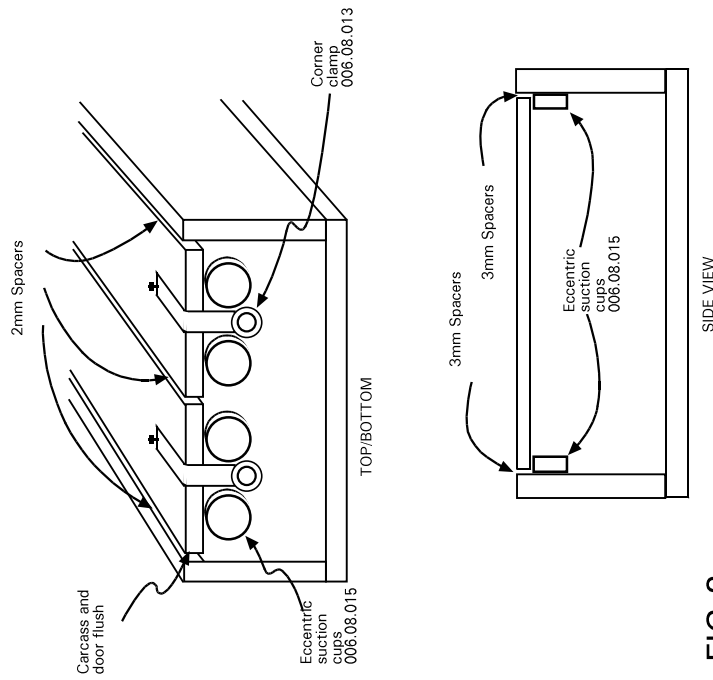

FIG 2
- Place the cleaned and prepared door/doors in the inlay position flush with the carcass and ensure that they are correctly spaced and supported from within the carcass by mechanically clamping and fixing them so that they cannot move during the bonding process. We recommend the use of Häfele Eccentric suction cups (Cat.No.006.08.015) and corner clamps (Cat.No.006.08.013) with the relevant wooden spacer blocks between the door/doors and carcass. In the case of double door construction, it is advisable for critical adjustment purposes to bond only one door at a time. (see Fig. 2)
- Bringen Sie die Tür/Türen an den Korpus und stellen Sie sicher, dass die Türen korrekt platziert und innerhalb des Korpus fest eingespannt sind. Wir empfehlen die Verwendung des Häfele Exzenteranschlags (Art.Nr.006.08.015) und entsprechende Distanzstücke, wo erforderlich z.B. Klotzholz und das Häfele Spannwinkel (Art.Nr.006.08.013) zur Konterfixierung. Bei 2-flügligen Vitrinen empfehlen wir nach dem Ausrichten die Türen einzeln zu verkleben (s.Abb.2).